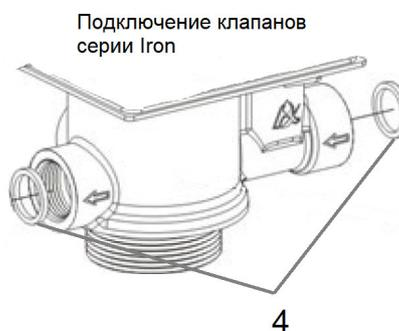

РИС. 4
9.11 Для Систем с управляющими клапанами **Q1Soft, Q1ProMix, Q34Soft, Q34ProMix, P1Soft, P1ProMix, P34Soft, P34ProMix** (см. Рис. 4): Поместите уплотнительные кольца 4 в соединительные гайки 3 и прикрутите ее к патрубкам управляющего клапана для впуска и выпуска воды. Вкрутите во впускной трубопровод быстросъемный фитинг 1, а в выпускной трубопровод – быстросъемный фитинг 2, в который устанавливается кабель счетчика. Вставьте датчик 6 в быстросъемный фитинг 2.